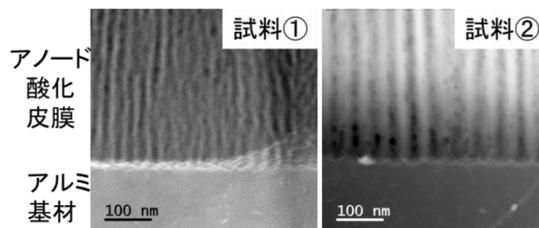

図2 皮膜—基材界面の暗視野 STEM 像
まず、アルミ基材とアノード酸化皮膜の界面付近において、皮膜の縦断面方向から観察を行いました(**図2**)。暗視野 STEM 像(試料中原子の原子番号にコントラストが依存する像)は、黒く映る部分がアノード酸化皮膜の孔となります。試料②は、界面に均一な凹